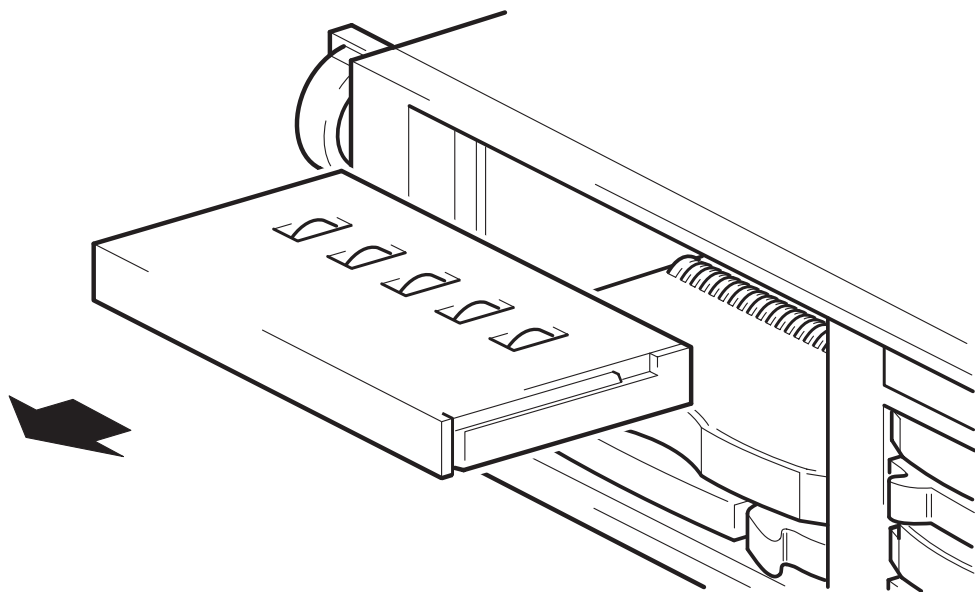

図 3a: テープ・ブランクの取外し
- 2 図 3a に示すようにテープ・ドライブ・ブランクを取外します。